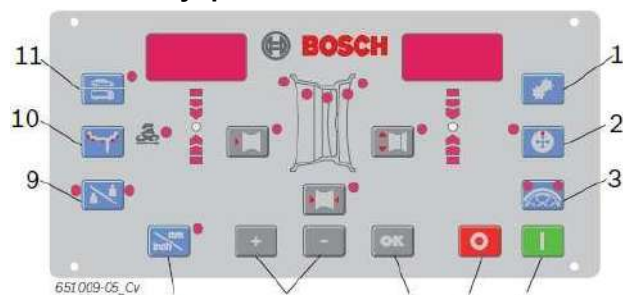

Рис. 5. Кнопки на панели управления / поле индикации (позиции расшифровываются в нижеследующей таблице).
2. Введите имеющееся в наличии количество спиц нажатием кнопки <-> или <+> (рис. 5, поз. 7).